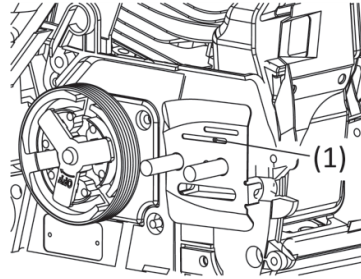

Рис. 16.2
**2. Отверстие вывода масла (рис. 16.2).**
Разберите направляющую шину и проверьте отверстие вывода масла (поз. 1 рис. 16.2) на отсутствие закупорки.